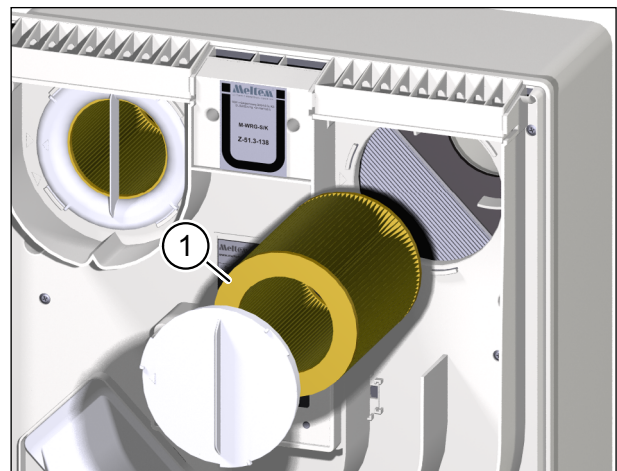

Abb. 16: Zuluftfilter entfernen
- ▶ Entfernen Sie den Zuluftfilter (Pos. 1 in Abb. 16), siehe Abschnitt 7.3 auf Seite 11.